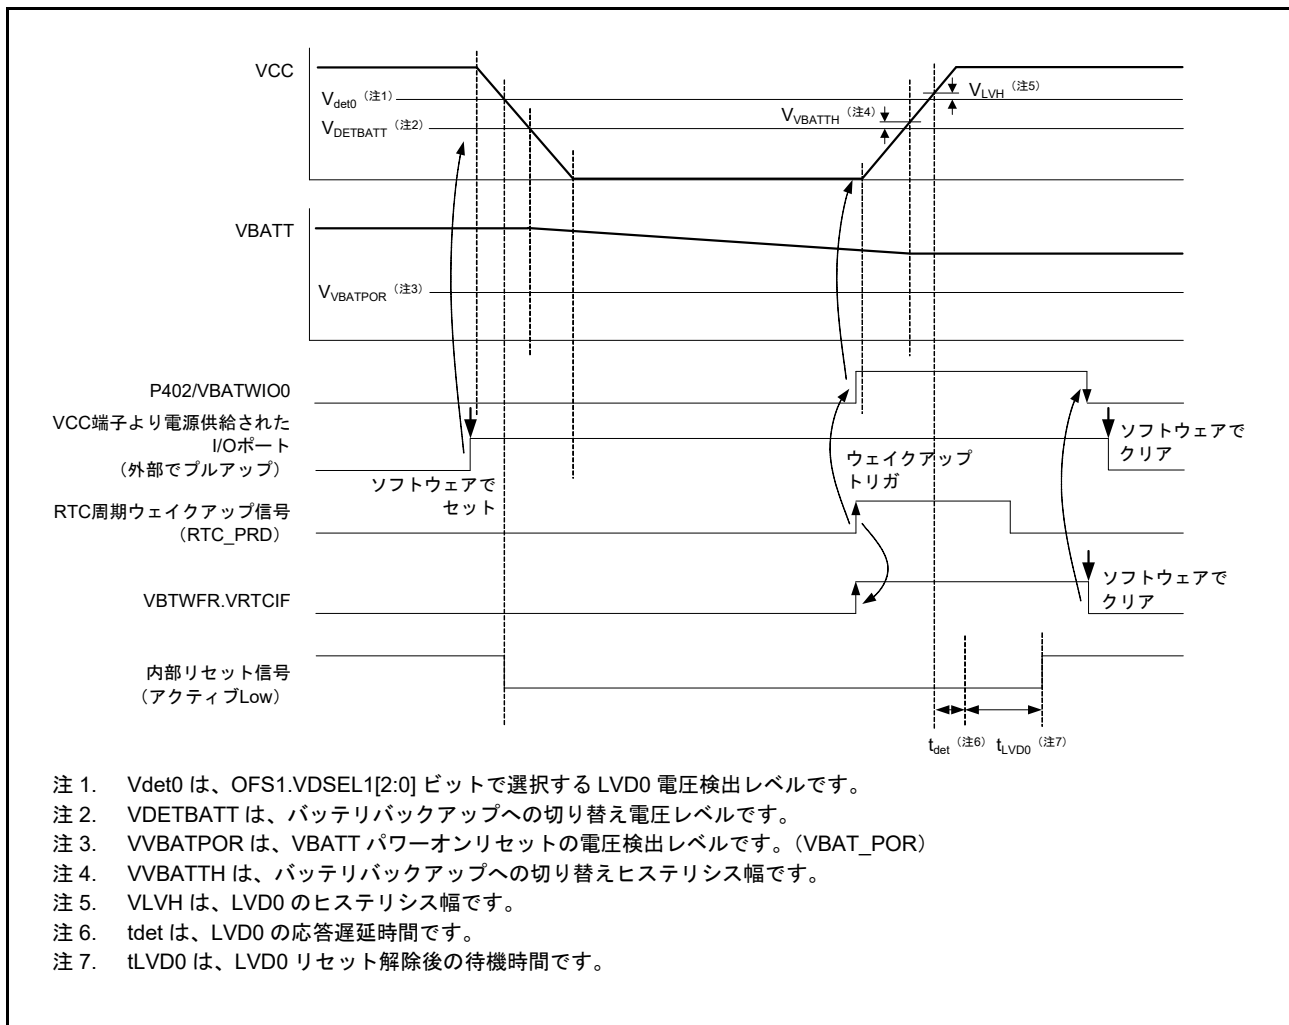

図 12.6 VBAT ウェイクアップ機能のタイミング図
VBATT ウェイクアップ機能のタイミング図を図 12.6 に示します。
3. VBTWFR レジスタを読み出して、VBATT ウェイクアップトリガ要因を確認します。図 12.6 の例では、VBTWFR.VRTCIF ビットが 1 になります。
4. VBTWFR レジスタの対応するビットを 0 にクリアすると、VBATWIOn ポート (n=0~2) でトグル出力が開始されます。図 12.6 の例では、VBATWIO0 ポートは High から Low にトグルします。